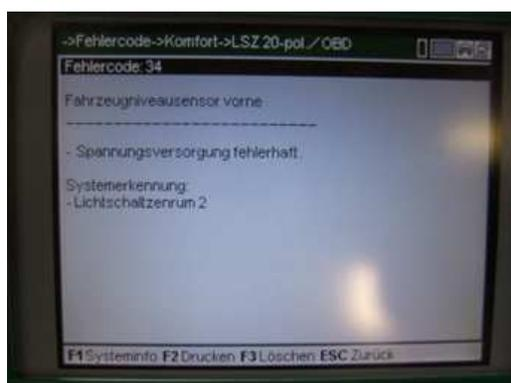

Fig. 2
2. Nesse caso, no sensor anterior do nível do veículo será detectada uma deficiência na alimentação da tensão (Fig. 2).